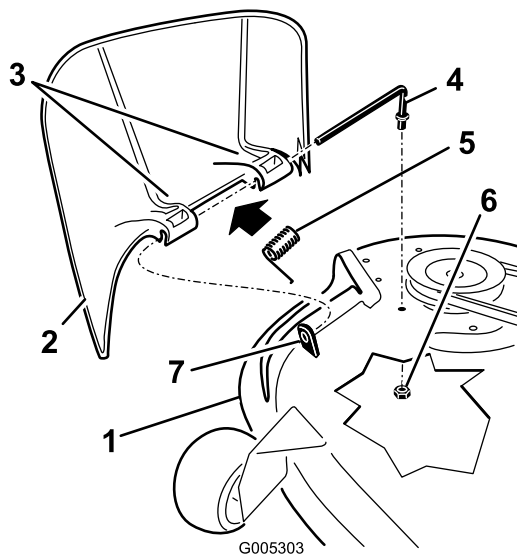

Figura 60
1. Localice los elementos mostrados en la Figura 60.
- Retire la tuerca (3/8") de la varilla (debajo del cortacésped) (Figura 60).
- Retire la varilla del espaciador corto, del muelle y del deflector de hierba (Figura 60). Retire el deflector de hierba dañado o desgastado.
- Vuelva a colocar el deflector de hierba (Figura 60).
- Coloque el muelle sobre la varilla, con los extremos de los alambres hacia abajo, y entre los soportes del deflector de hierba. Deslice la varilla por el segundo soporte del deflector de hierba (Figura 60).
- Introduzca la varilla de la parte delantera del deflector de hierba por el espaciador corto de la carcasa. Fije el extremo trasero de la varilla en el cortacésped con una tuerca (3/8") (Figura 60).